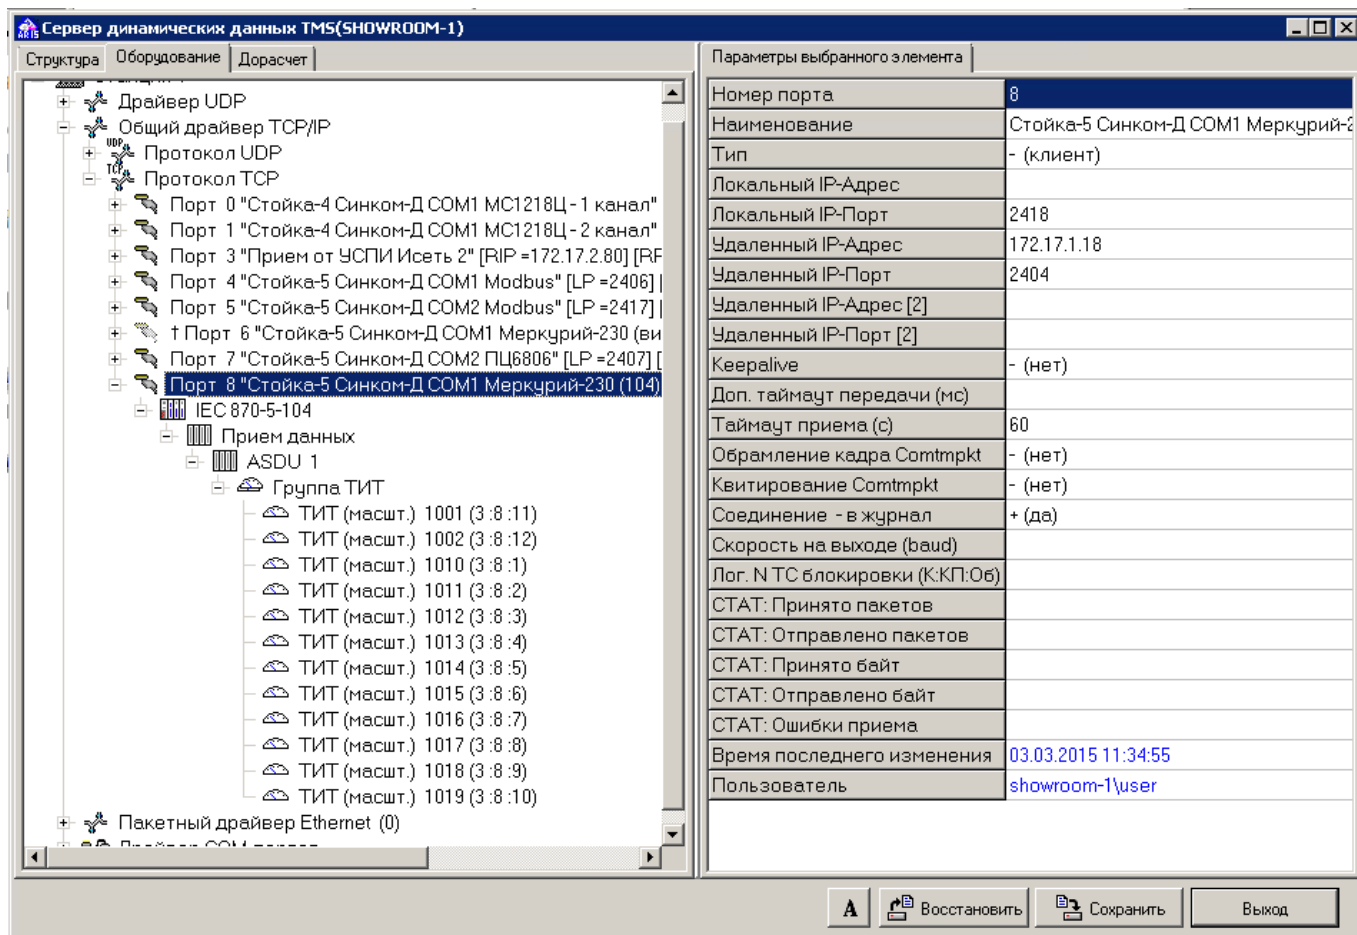
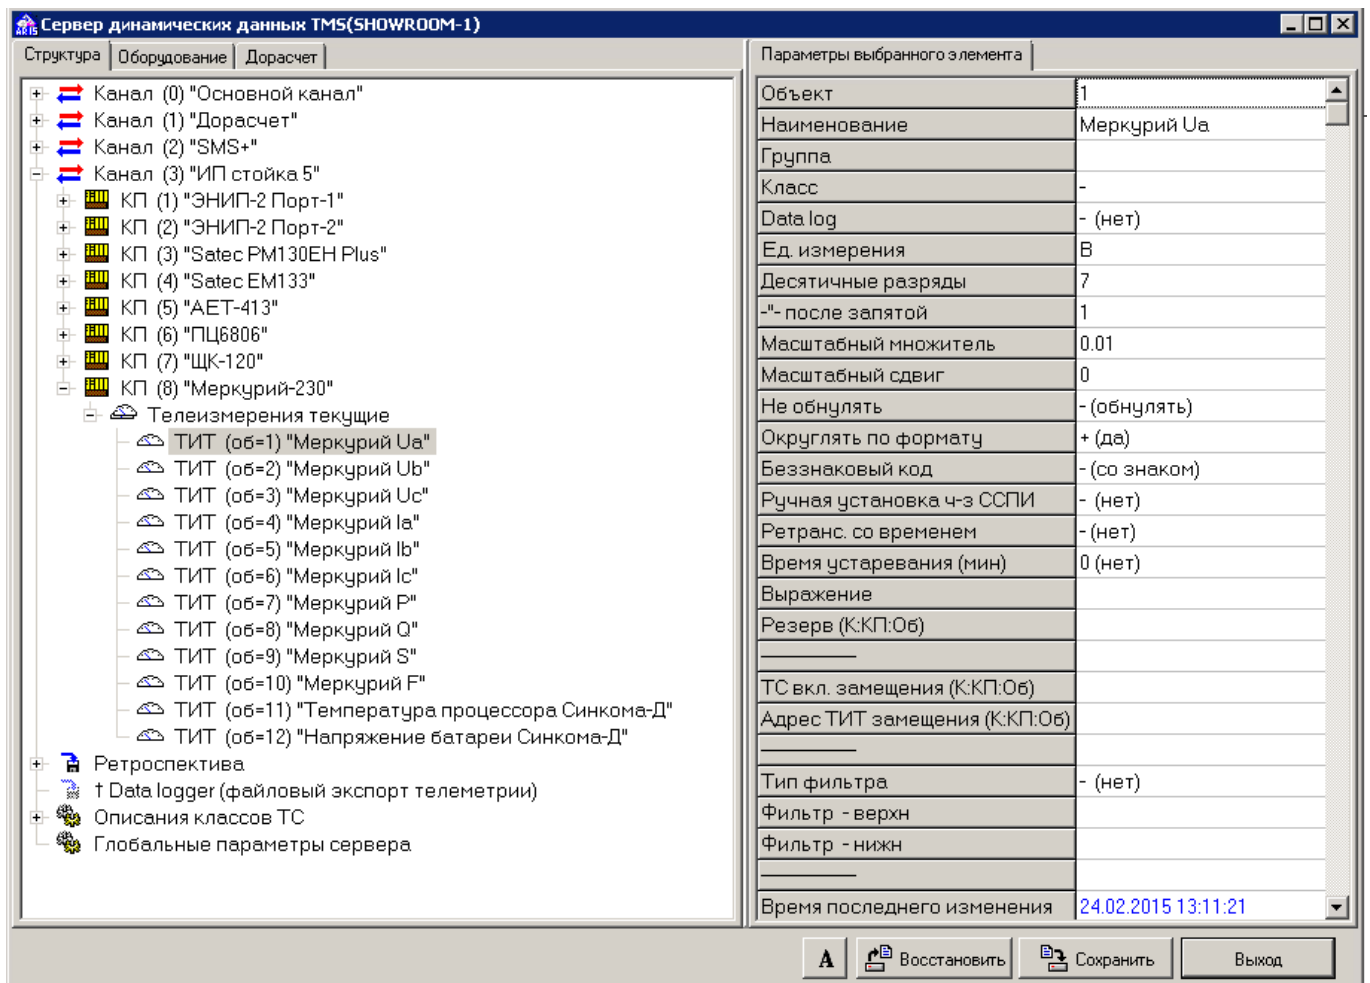
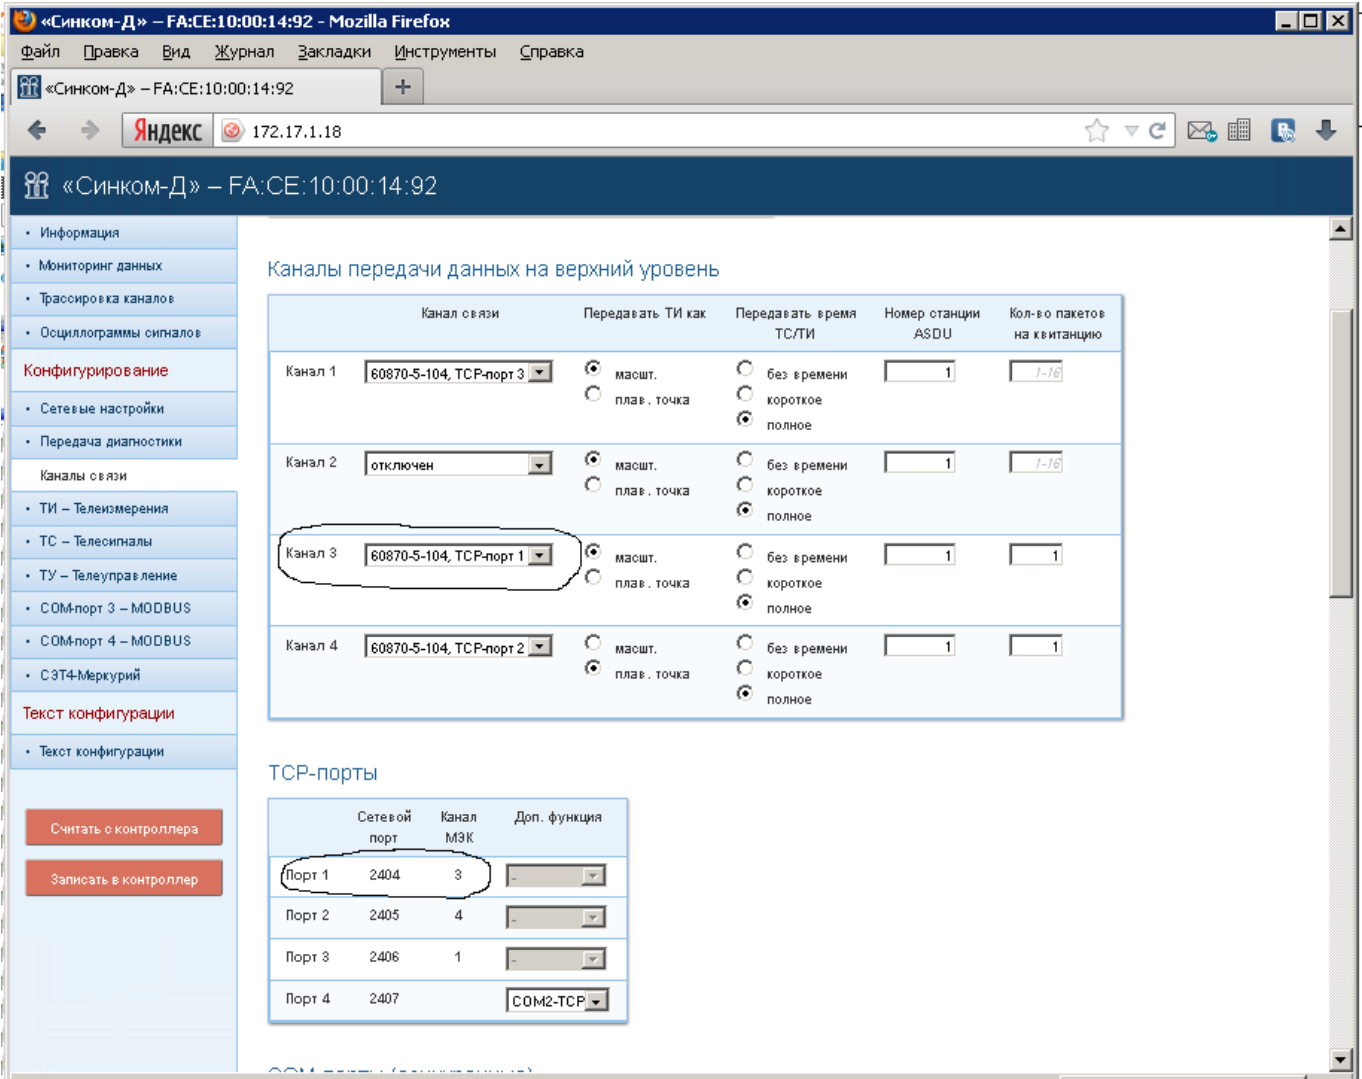

Рис. 8 Настройка сервера ARIS SCADA (порт)
Рис. 13 Настройка сервера ARIS SCADA (описание ТИТ)
Рис. 14 Канал передачи на верхний уровень
1) На Рис. 8 ... Рис. 13 приведен пример настройки сервера динамических данных ПО ARIS SCADA при приеме телеметрии от Меркурий-230 через контроллер Синком-Д. Контроллер Синком-Д настроен на прием телеметрии от Меркурий-230 в соответствии с приведенным выше описанием - через COM1 контроллера и передачей ее на верхний уровень (серверу ARIS SCADA) в протоколе МЭК 870-5-104. В контроллере Синком-Д прошито специальное ПО - «SincomD_SET4.hex».
На Рис. 14 ... Рис. 17 приведен пример настроек контроллера Синком-Д, соответствующих настройкам сервера динамических данных ПО ARIS SCADA, приведенных выше (см. Рис. 8 ... Рис. 13).